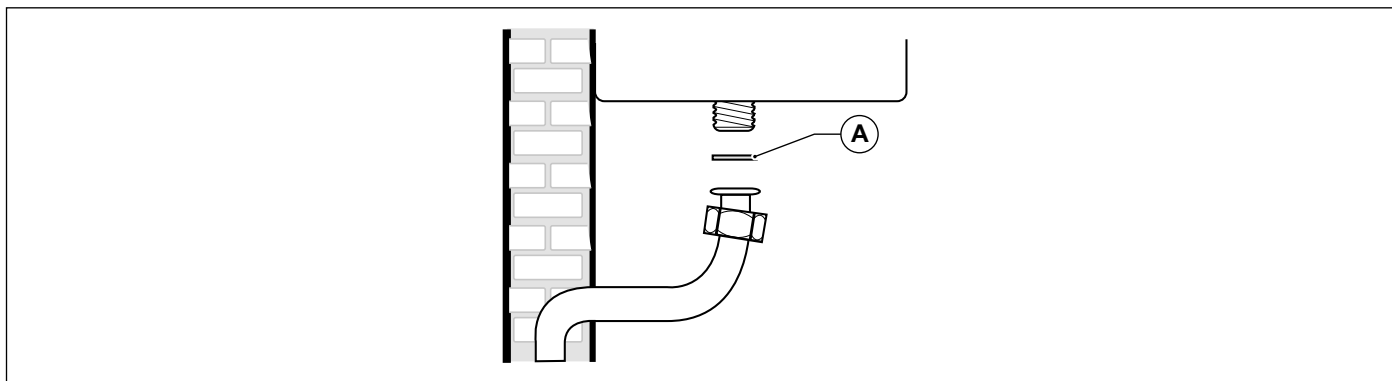

Fig. 20 Racordare la rețeaua de gaz
Pentru a conecta racordul de gaz al centralei termice la țevile de alimentare, este **OBLIGATORIU** să interpuneți o garnitură de etanșare (A) de mărime și din material adecvat (vezi Fig. 20 Racordare la rețeaua de gaz).